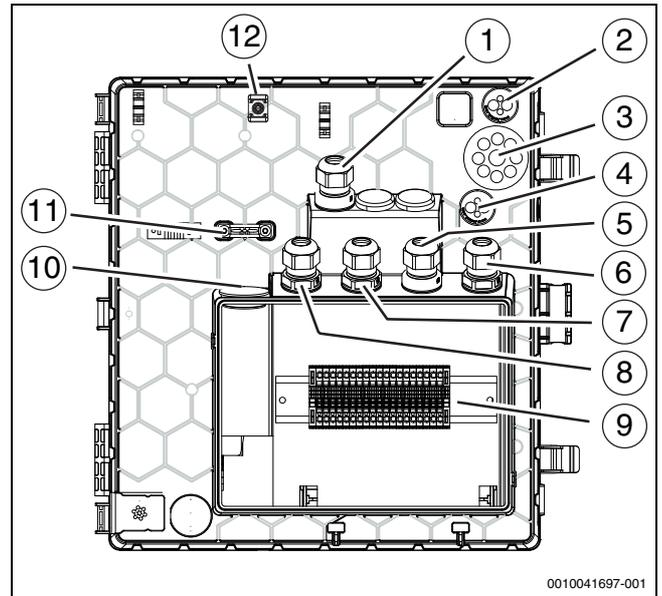

Bild 30 Kabeldurchführungen zum Klemmenkasten
3. Kabel in den Klemmenkasten führen (→Abbildung 30).
Bei Kabeldurchführungen (→Abbildung 30 [2], [3], [4], [10]) genügt ein kleiner Einstich in die Membran, dann können die Leitungen durchgeschoben werden.
- ▶ Nach dem Einführen der Kabel die Kabelverschraubungen festziehen (→Abbildung 30 [1], [5], [6], [7], [8]).
- ▶ Die festgelegten Befestigungspunkte [12] für die Befestigung der durch die Einführungen geführten Kabel verwenden (→Abbildung 30 [2], [3], [4]).